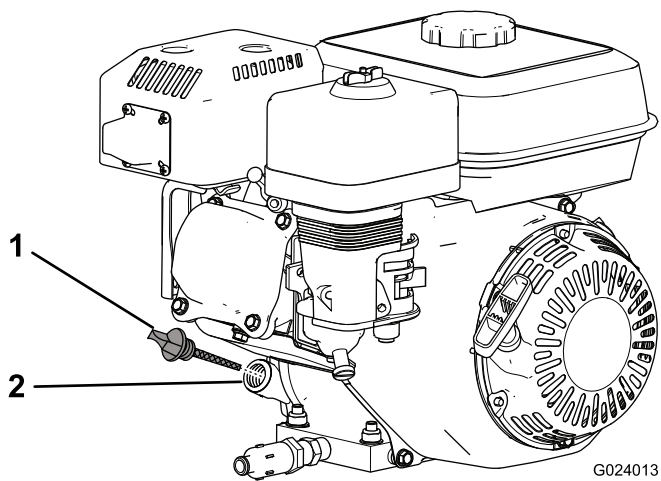

図 26
2. エンジンを停止し、冷えるのを待ってオイルフィルタのキャップ兼ディップスティックの周囲をきれいにする 図 26。